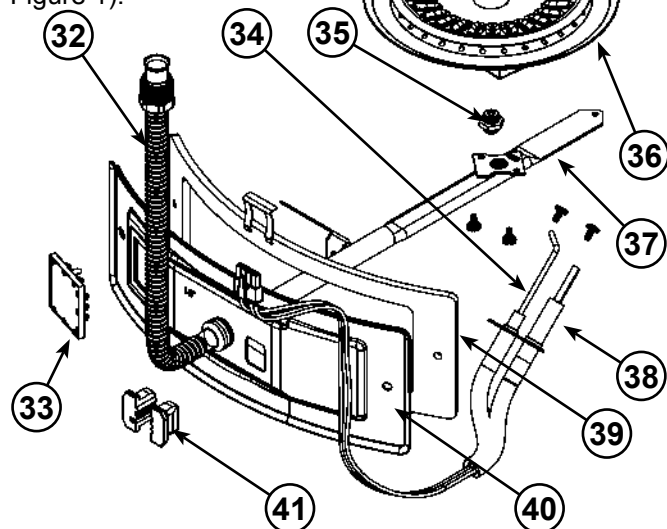
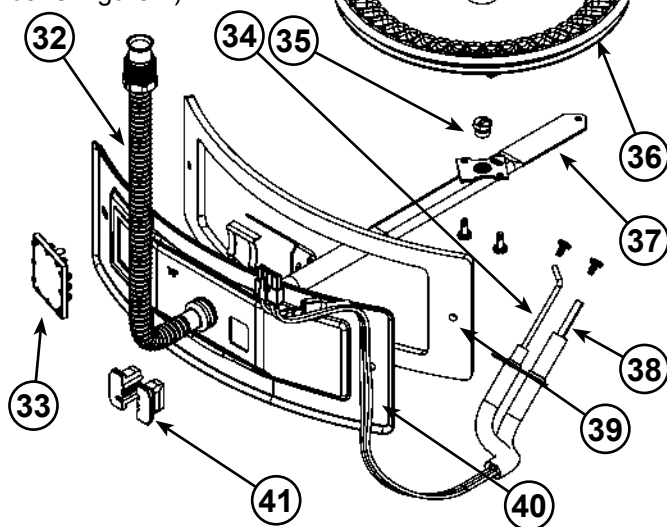
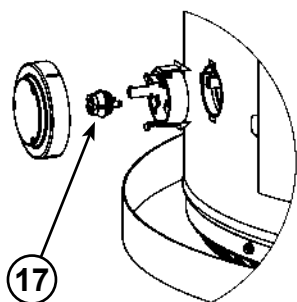
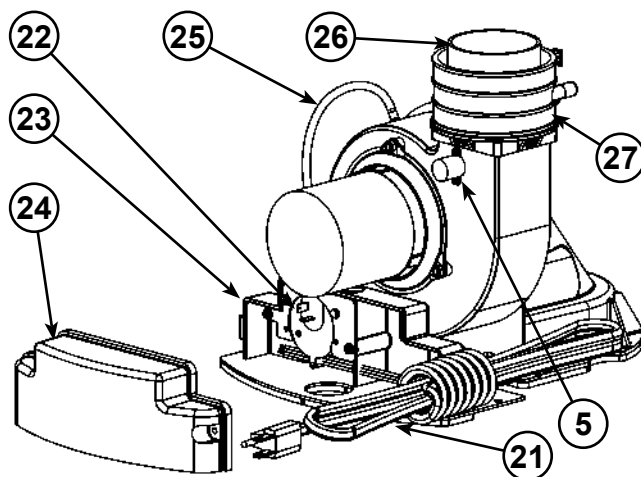

Figure 3.
Figure 4.
Figure 5.
Figure 6.
| 1 Coude de terminaison avec grille antivermine | 16 *Bac d'égouttement en métal | 34 Détecteur de flammes (voir Figure 3 et Figure 4) |
| 2 *Conduit d'évacuation | 17 Détecteur de vapeurs inflammables (sous couvercle) (voir Figure 5) | 35 Orifice de gaz (voir Figure 3 et Figure 4) |
| 3 *Accouplement du conduit d'évacuation (si requis) | 18 **Raccord de retour pour chauffage combiné (optionnel) | 36 Brûleur en tôle (voir Figure 3 et Figure 4) |
| 4 *Coude du conduit d'évacuation (long rayon) | 19 Boîtier d'admission d'air | 37 Collecteur (voir Figure 3 et Figure 4) |
| 5 Limiteur de température, soufflerie (voir Figure 6) | 20 **Raccord d'alimentation pour chauffage combiné (optionnel) | 38 Allumeur à élément chauffant (voir Figure 3 et Figure 4) |
| 6 Soupape T&P | 21 Soufflerie et cordon d'alimentation (voir aussi Figure 6) | 39 Joint d'étanchéité, porte du collecteur (voir Figure 3 et Figure 4) |
| 7 Raccord entrée d'eau froide/tube d'immersion | 22 Pressostat (dans boîte de jonction (voir Figure 6) | 40 Porte du collecteur (voir Figure 3 et Figure 4) |
| 8 Déflecteur de cheminée | 23 Boîte de jonction (voir Figure 6) | 41 Bloc passe-fil et étrier (voir Figure 3 et Figure 4) |
| 9 * Tuyau d'écoulement | 24 Couvercle boîte de jonction (voir Figure 6) | 42 *Robinet d'arrêt manuel, eau froide |
| 10 Commande du gaz/thermostat (Honeywell) | 25 Tube d'air (voir Figure 6) | 43 *Alimentation en gaz |
| 11 Commande du gaz électronique et couvercle (Honeywell) | 26 Accouplement en caoutchouc (voir aussi Figure 6) | 44 *Robinet d'arrêt manuel du gaz |
| 12 Robinet de vidange | 27 Collier de serrage (voir aussi Figure 6) | 45 *Raccord-union (alim. en gaz) |
| 14 Assemblage de la porte du collecteur (non illustré) (voir Figure 3 et Figure 4) | 29 Raccord de sortie d'eau chaude | 47 *Raccord-union (eau) |
| | 32 Tube flexible du collecteur (voir Figure 3 et Figure 4) | |
| | 33 Regard (voir Figure 3 et Figure 4) | |
Ce dispositif, situé sur la soufflerie (voir Figure 6, item 5), a pour fonction de limiter la température des gaz de combustion à la sortie de la soufflerie. Si la température monte au-dessus de la température de déclenchement, l'interrupteur s'ouvre et provoque l'arrêt du chauffe-eau. Cet interrupteur se réarme automatiquement quand la température redescend.
Ce dispositif, situé dans la boîte de jonction, surveille la pression de l'air générée par la soufflerie. Si le conduit d'évacuation se bloque ou est autrement restreint, cet interrupteur s'ouvre et provoque l'arrêt du chauffe-eau (voir Figure 6, item 22).